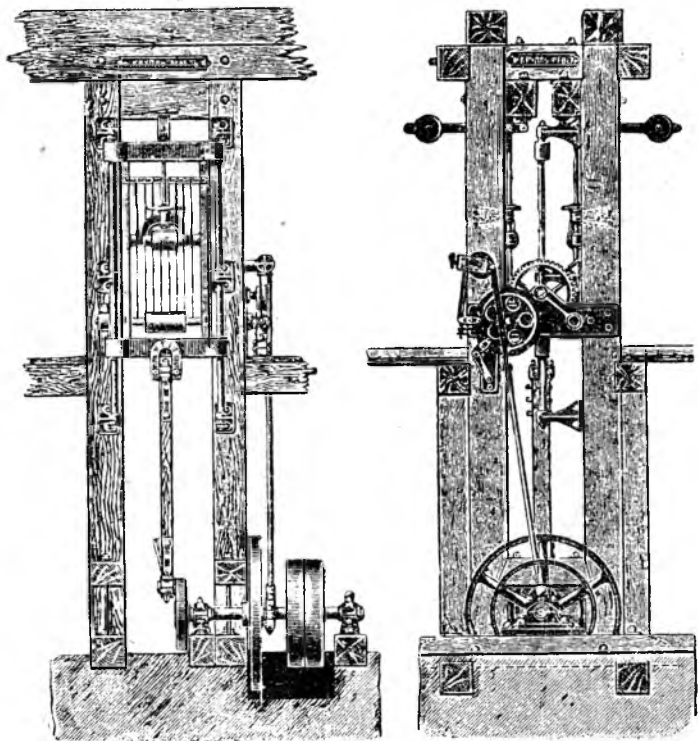
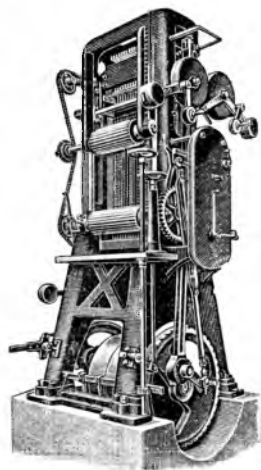

Рис. 14. Лесопильная рама с деревянной станиной.
Рис. 15. Лесопильная рама с чугунной станиной.
**Лесопильная рама** представляет собою крепкую стальную раму, в которой натянуты прямые стальные пилы. Таких пил натягивается несколько штук (обыкновенно не больше восьми) для того, чтобы сразу можно было распилить все бревно на доски. Рама двигается вверх и вниз в чугунной или деревянной станине. Станина прочно укрепляется на каменном фундаменте, чтобы не расшатывалась во время работы. Движение рамы с пилами производится особыми стержнями (шатунами) от привода, передающего движение от паровой машины. В то время как рама ходит вверх и вниз, бревно, укрепленное спереди и сзади на тележках, подается вперед крутящимися валиками, а пилы распиливают его вдоль, на доски. Лесопильная рама с деревянной станиной показана на рис. 14 и с чугунной на рис. 15.